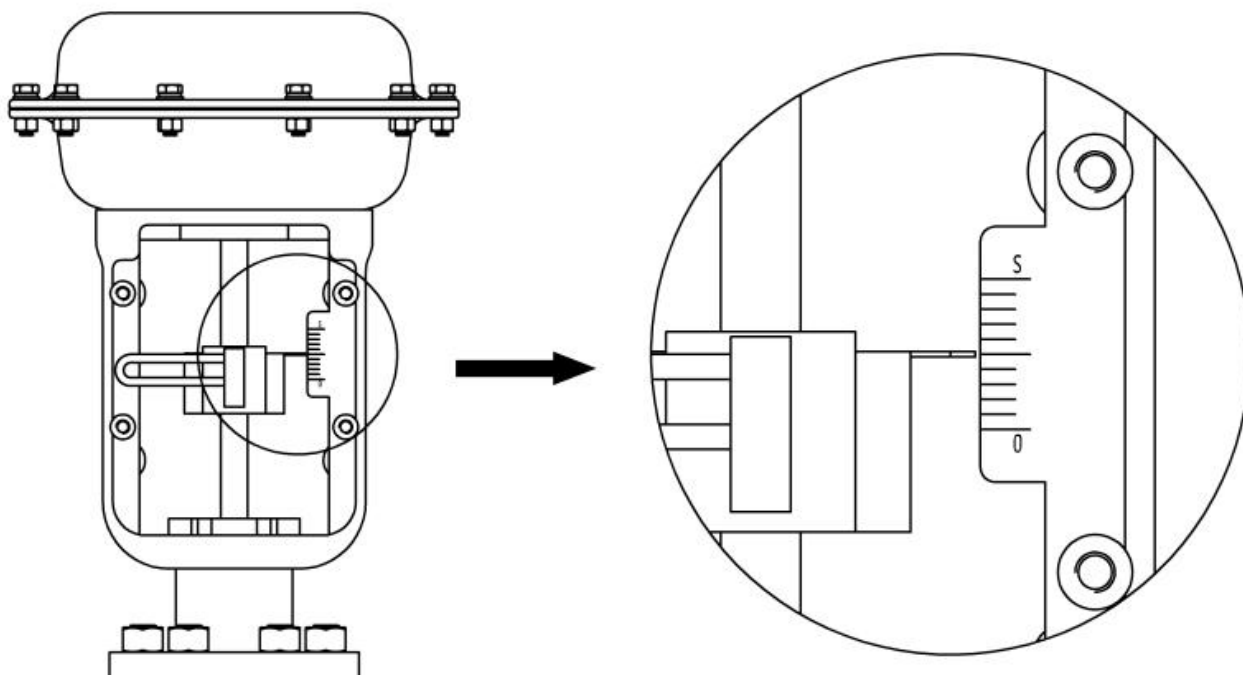

图 14. 阀门行程中点
- 给阀门气缸通气，依据阀门上的行程标尺将阀位调到行程中点，如图 14 所示。